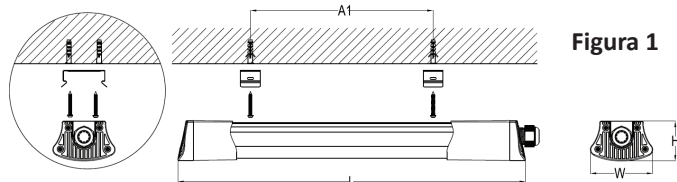

Figura 1
- Fissare i supporti della plafoniera tramite i tasselli in dotazione, come viene mostrato in Figura 1. La distanza A1 tra i due supporti dipende dal modello di plafoniera. Per il valore di A1 fare riferimento alla **Tabella 1** nella sezione **CARATTERISTICHE TECNICHE**.